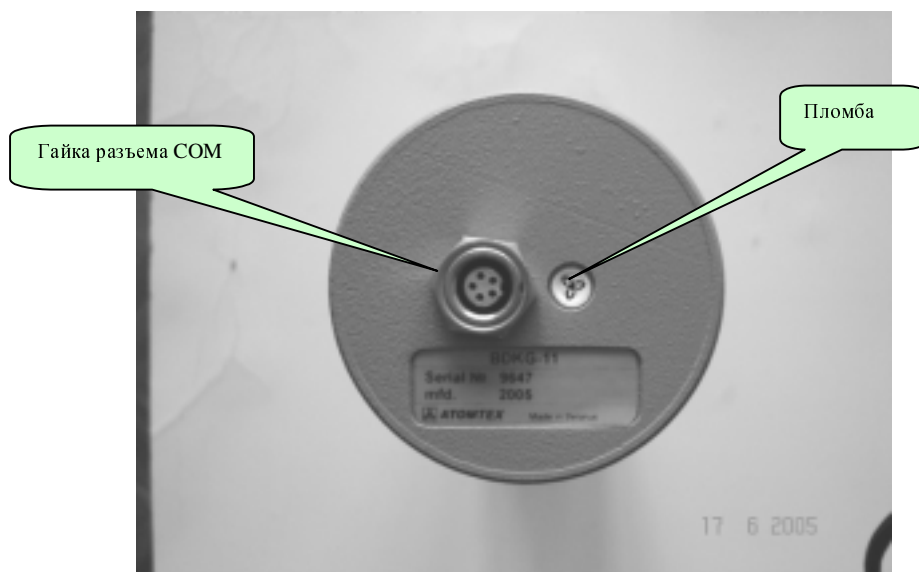

Рисунок 3 – Вид сверху верхнего колпака
- 4.4.6 Снимите верхний колпак БДКГ-11, который прикручен двумя боковыми винтами и одним верхним винтом под пломбой, а также гайкой разъема СОМ (рисунок 3).
После снятия верхней крышки найдите плату, на которой расположен подстроечный резистор (рисунок 3).